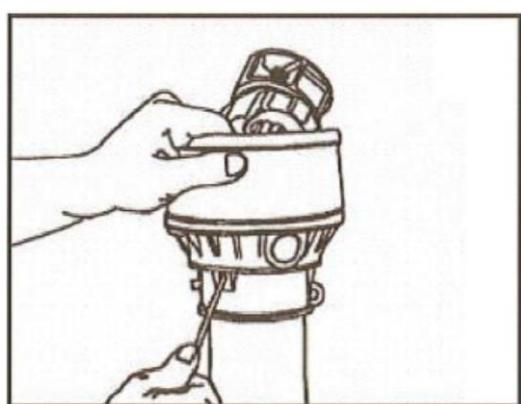

Рис. 33. Доступ к вилке приводного карданных вала
- Чтобы освободить вилку приводного карданного вала, нажмите на 3 язычка торцевого уплотнения вниз в месте его посадки и снимите защитную воронку вдоль защитной трубы (Рис. 33).